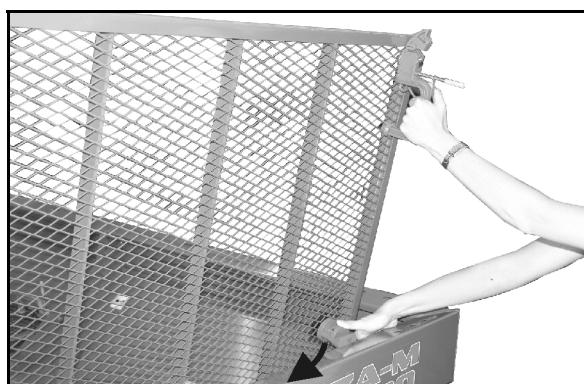

图 18
3. 防护格栅折叠起来，直至止动装置扣入料斗边缘（图 18）。
- 关闭防护格栅前，按下止动装置（图 18）。